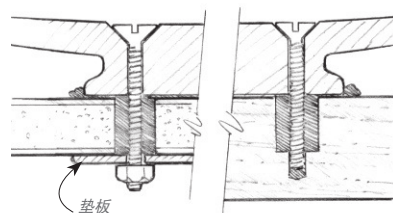

图18 拧紧紧固件，直到少量环氧树脂从接头处挤出为止。
5. 五金件放置到位插入并拧紧紧固件，直到少量混合物从接头挤出为止（图18）。